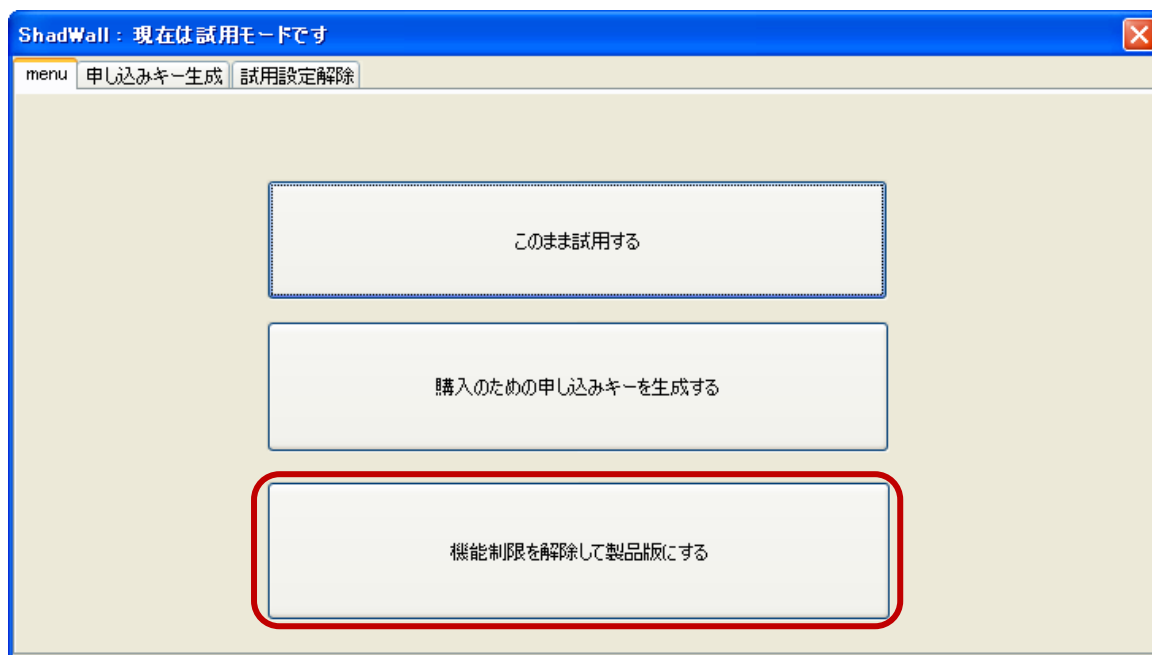

図 4-4 機能制限解除画面の選択
(8)ShadeWall を起動させ、図 4-4 に示す“機能制限を解除して製品版にする”のボタンを左クリックします。